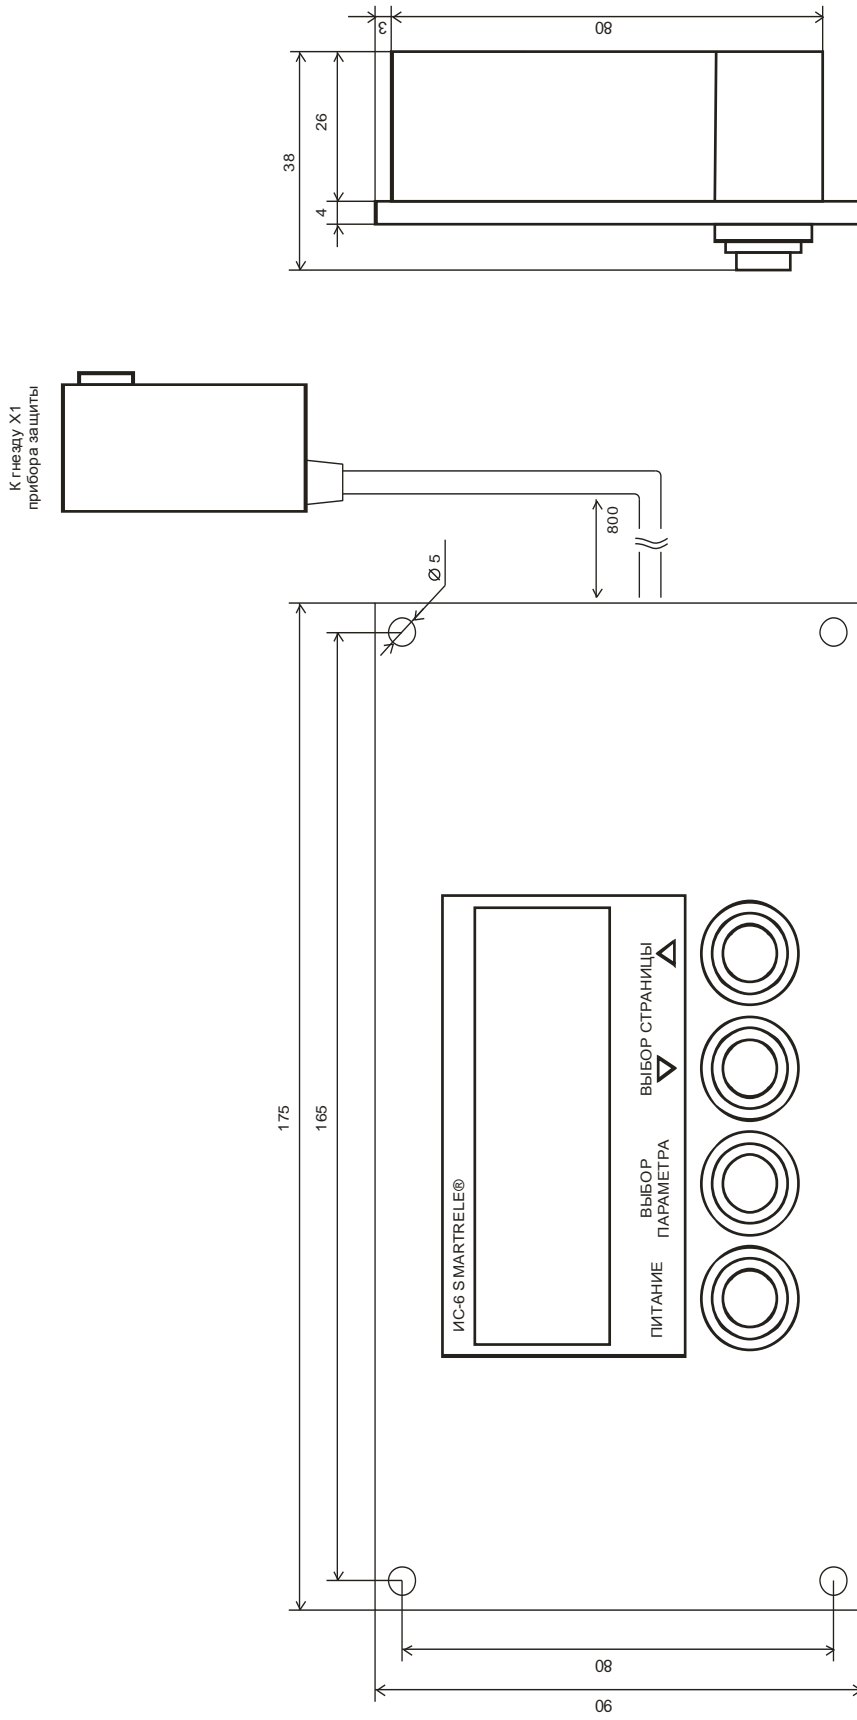

Рисунок 5 – Внешний вид и схема подключения индикатора сигнального ИС6
2.9 Модуль ИС6 (Индикатор сигнальный ИС6) (рис.5) представляет собой панель, с расположенными на ней дисплеем и кнопками управления. Модуль обеспечивает, программирование и считывание информации прибора защиты. Модуль предназначен для установки на электрический щит (шкаф, место оператора).